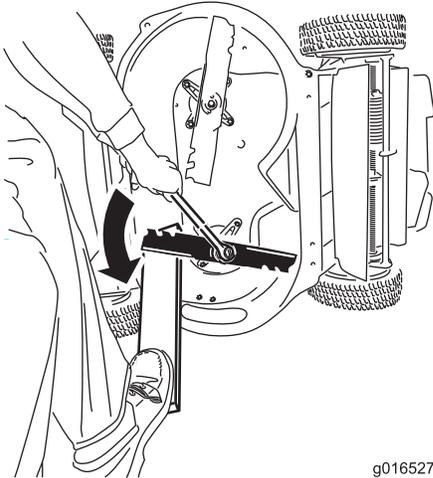

Figure 44
1. Utilisez un bloc de bois pour immobiliser chaque lame et tournez le boulon de lame dans le sens antihoraire, comme montré à la Figure 44.